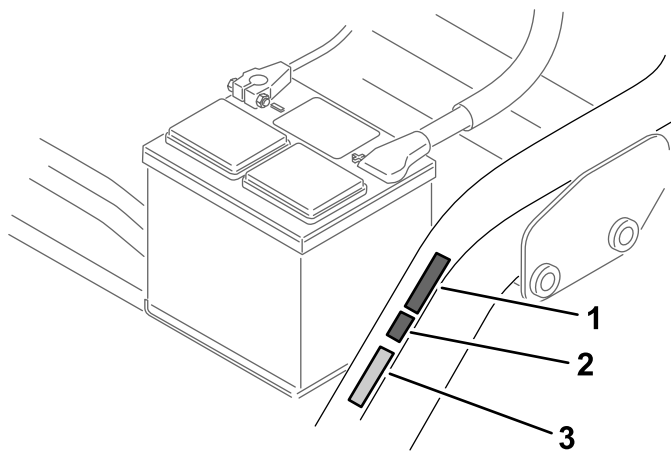

図 14
- シリアル番号プレートの隣に CE マークを貼り付ける 図 14。
- CE マークの隣に CE 製造年ステッカーを貼り付ける 図 14。